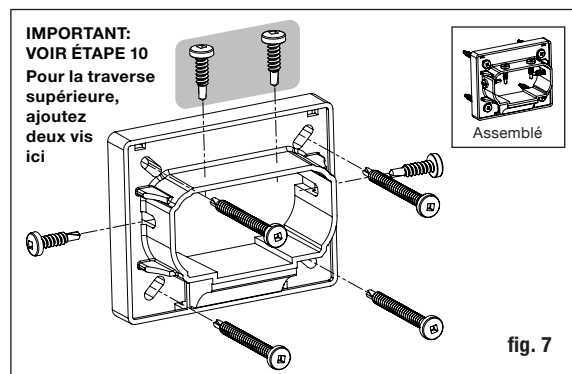

fig. 7
**Étape 10** Placez les couvre-supports et support de traverse aux extrémités de la traverse supérieure. Positionnez la traverse du haut en plaçant les balustres à l'intérieur des trous fraisés, tout en travaillant d'une extrémité à l'autre. Vérifiez que la traverse est à niveau. En utilisant le support comme guide, marquez la position des vis sur le manchon de poteau et sur les deux extrémités de la traverse. Percez des trous de guidage de 0,3 cm (1/8 po) dans le manchon de poteau et la traverse. Fixez le support au manchon de poteau grâce à quatre vis à tête carrées n° 8-15 x 5 cm (2 po) - n° 2, puis fixez le support à la traverse en utilisant quatre vis à têtes carrées autotaraudeuses n° 10-16 x 1,9 cm (3/4 po) - n° 2. **Important : Pour la traverse supérieure uniquement, veuillez pré-percer des trous et fixer deux vis supplémentaires à travers la partie supérieure du support dans la traverse supérieure (fig. 7).**
**Étape 3** Grâce au niveau, positionnez et mettez le poteau du garde-corps d'escalier à niveau et maintenez-le avec un serre-joint à la face intérieure du limon. Remettez à niveau. Le poteau du garde-corps d'escalier de 10 x 10 cm (4 x 4 po) devrait être boulonné à l'intérieur du limon d'escalier en utilisant deux boulons de carrosserie galvanisés 1/2 x 6 po. Les poteaux de coin utilisent un troisième boulon de carrosserie inséré à travers la solive adjacente (fig. 7). Les poteaux au niveau du sol devraient être installés dans le béton.
**Étape 9** Placez les couvre-supports et supports de traverse d'escalier aux extrémités de la traverse supérieure. Positionnez la traverse du haut en plaçant les balustres à l'intérieur des trous fraisés, tout en travaillant d'une extrémité à l'autre. Centrez le support d'escalier sur le poteau. En utilisant le support d'escalier comme guide, marquez la position des vis sur le manchon de poteau et sur les deux extrémités de la traverse. Percez des trous de guidage de 0,3 cm (1/8 po) dans le manchon de poteau et la traverse. Fixez le support d'escalier au manchon de poteau grâce à quatre vis à tête plane n° 8-15 x 5 cm (2 po) - n° 2, puis fixez le support d'escalier à la traverse en utilisant quatre vis à minces à têtes carrées autotaraudeuses n° 8-16 x 1,9 cm (3/4 po) - n° 1. **Important : Pour la traverse supérieure uniquement, veuillez pré-percer des trous et fixer deux vis supplémentaires à travers la partie supérieure du support dans la traverse supérieure (fig. 7).**